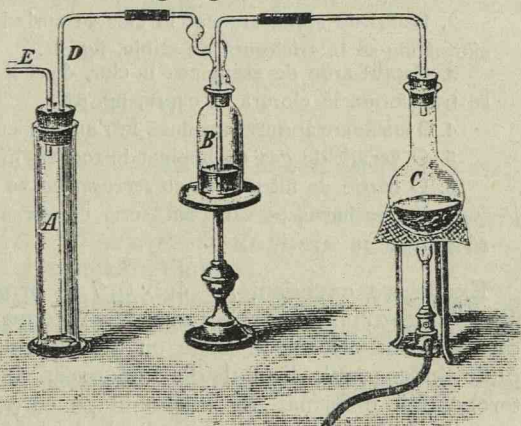

Fig. 79. Prepararea și culegerea clorului prin înlocuirea aerului.
**Experiență.** În laborator această preparare se face astfel: În balonul de sticlă *C* în care se face reacțiunea, fig. 79, se pun grăunțe de bioxid de mangan și acid clorhidric. Clorul produs trece prin vasul spălător *B* cu *acid sulfuric*, care îl usucă, luând apa cu care vine amestecat, și este cules în cilindrul *A*, de unde gonește aerul care ese prin *E*. Încălzirea balonului se face cu încetul ținând flacăra mică.
**Experiențele** care urmează se fac în vase uscate în care am cules clorul prin înlocuirea aerului, ca în fig. 79. Trebuie să căutăm în aceste experiențe să nu se răspândească prea mult clor în camera în care lucrăm.